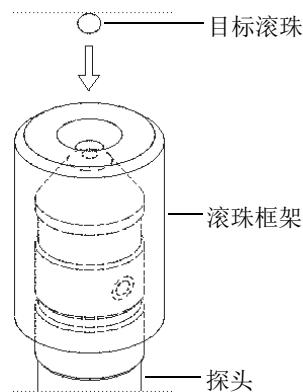

图 4-5 框架上的目标滚珠要与探头尖端对齐
- 放上钢珠：**选择在随后的测量中要使用的目标滚珠，以及适用于滚珠尺寸的滚珠框架。这个框架要使目标滚珠的中心与探头尖端对齐。将滚珠放置于框架的上面。将框架套到探头的尖端上，使其向下滑动，直到不动为止，如第 69 页的图 4-5 所示。